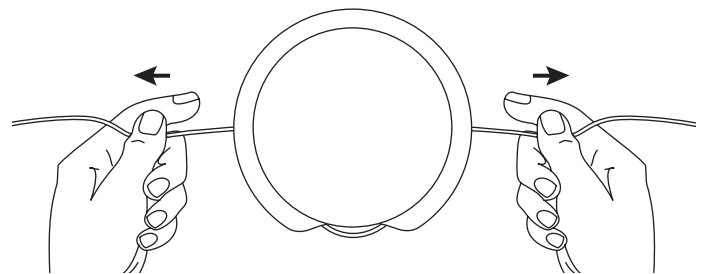

Fig. 21
3. Tirez sur les extrémités pour les faire passer à travers en vous assurant que les bouts sont de longueur égale et que le milieu du fil est centré entre les trous d'insertion (Fig. 21).